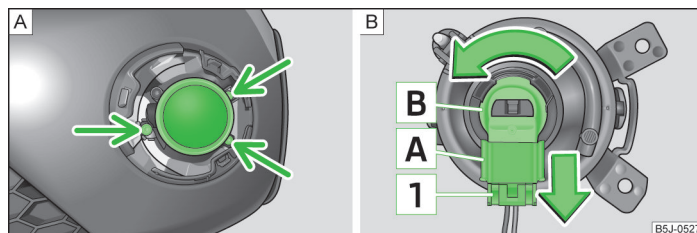

Fig. 159 Parachoques delantero: Faro antiniebla/Faro antiniebla: Cambiar la bombilla
- » Sacar con el destornillador » página 181, *Equipo de herramientas a bordo* los tornillos » fig. 159 - **A**.
- Presionar el seguro **1** » fig. 159 del conector **A** y sacar el conector del portalámparas **B**.